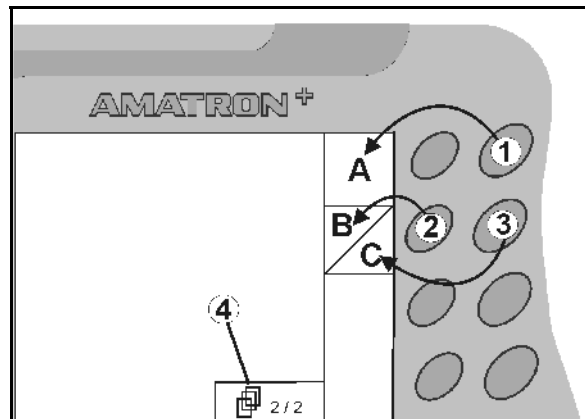

Fig. 7
- Hvis der vises kvadratfelter på displayet, er kun den højre tast (Fig. 7/1) tildelt funktionsfeltet (Fig. 7/A).
- er den venstre tast (Fig. 7/2) tildelt funktionsfeltet foroven til venstre (Fig. 7/B).
- er den højre tast (Fig. 7/3) tildelt funktionsfeltet forneden til højre (Fig. 7/C).
<ul style="list-style-type: none"> • bladring til yderligere menublade (kun muligt, hvis symbolet (Fig. 7/4) vises i displayet)